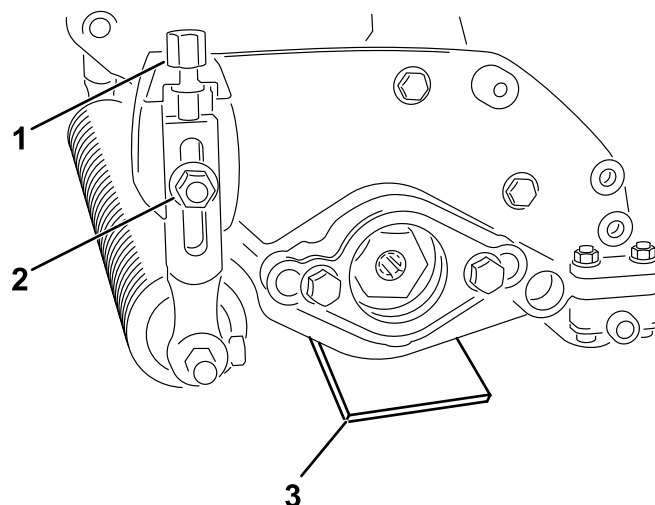

Figura 8
2. Aezai o bară de distanare, care este de grosimea înălțimii dorite a lamei deasupra solului, sub fiecare capăt al unităii de înlăturare a ierbii uscate (**Figura 8**).
3. Cu rolele în contact cu suprafaa plană, slăbiți ambele piulie cu guler (**Figura 8**).
4. Rotii uruburile de reglare a înălțimii de tăiere până când ambele capete ale unităii de înlăturare a ierbii uscate sunt aproape de suprafaa plană (**Figura 8**).